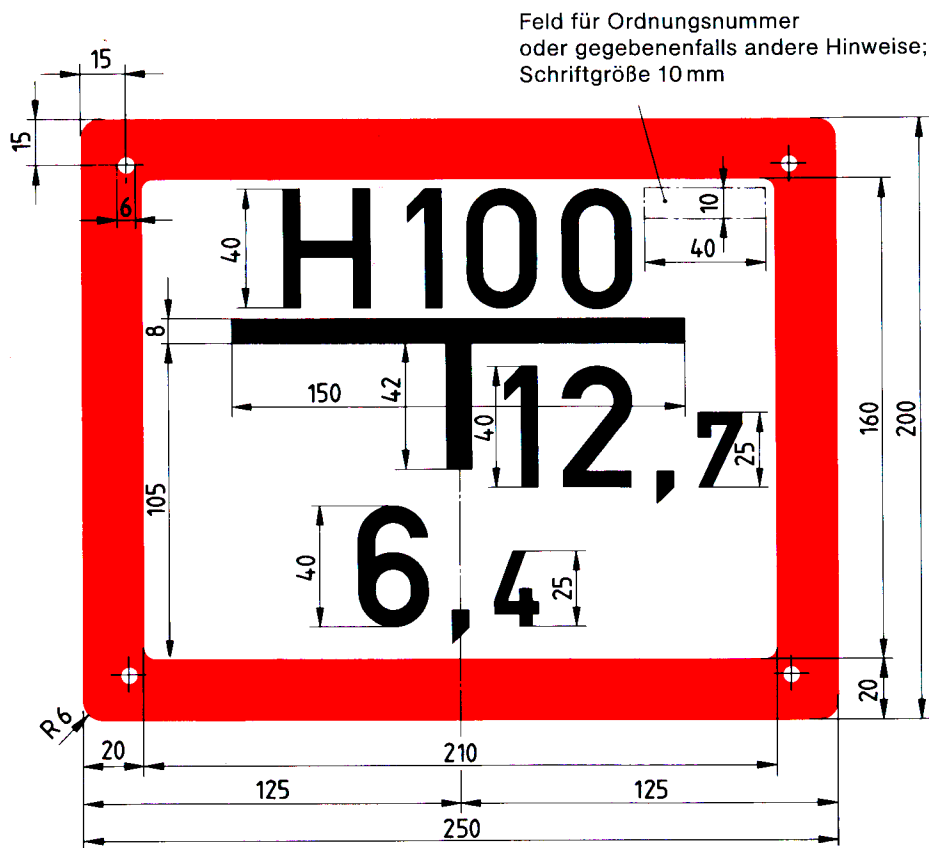

Bild 1
- Abstandsangaben für die Lage des Hydranten vom Schild in Meter auf eine Dezimalstelle gerundet (z. B. 12,7 m rechts neben dem Schild und 6,4 m vor dem Schild, siehe Bild 1),
Übrige Maße wie Schild nach Bild 1.
Bei der Bestellung sind zu vereinbaren: Abstandsangaben wie für Schild nach Bild 1.
- Abstandsangaben wie für Schild nach Bild 1.
Bei der Bestellung sind zu vereinbaren: Abstandsangaben wie für Schild nach Bild 1 sowie Zusatzbuchstabe.